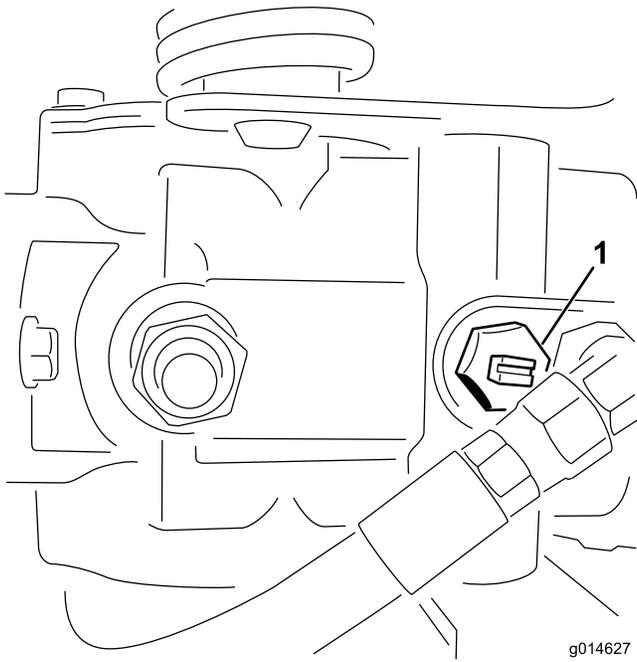

图39
- 找到并旋转泵上的旁通阀，使槽处于垂直位置（图 39）。
2. 启动发动机之前，旋转旁通阀，使槽处于水平位置，这样就可以关闭旁通阀（图39）。旁通阀打开时，切勿启动发动机。